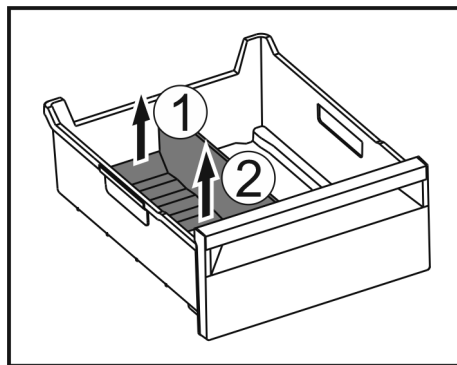

Fig. 78
- Підняти задню частину перегородки відділення для льоду. Fig. 78 (1)
- Вилучити перегородку рухом вгору. Fig. 78 (2)